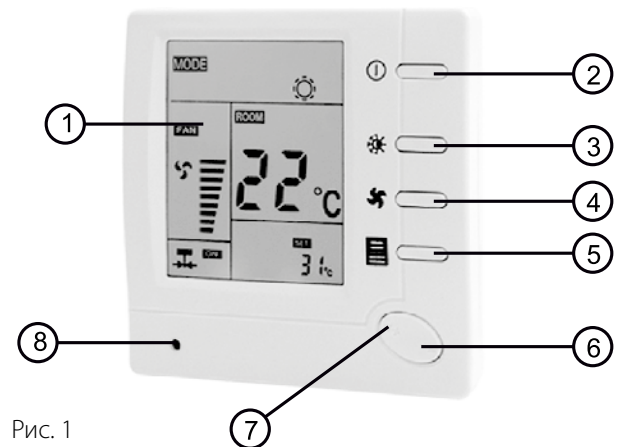
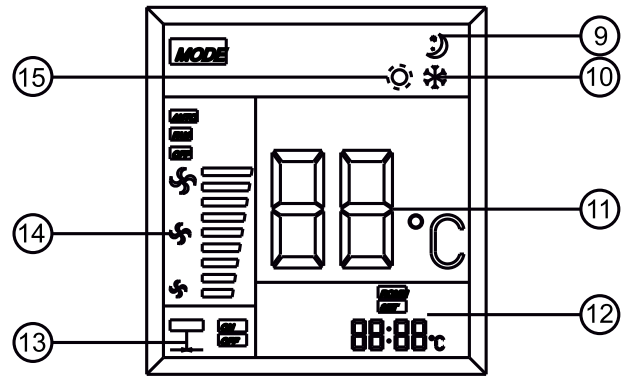

Рис. 1
Рис. 2
Дисплей (рис. 2):
Увімкніть терморегулятор, натиснувши кнопку живлення (2). Натисніть кнопку вибору швидкості вентилятора. На дисплеї з'явиться один із символів (14 на рис. 2) або AUTO. Це означає, що вентилятор обератиметься на швидкості HI (висока), MED (середня), LOW (низька) або AUTO (автоматичний режим). Якщо обрати режим AUTO, швидкість обертання вентилятора змінюватиметься залежно від різниці між фактичною температурою у приміщенні та встановленою температурою. Якщо температура у приміщенні більш ніж на 3 градуси вища за задану температуру під час охолодження або більш ніж на 3 градуси нижча за задану температуру під час нагрівання, вентилятор буде працювати на найбільшій швидкості. Якщо температура у приміщенні на 2-3 градуси вища, ніж встановлена температура під час охолодження або на 2-3 градуси нижча, ніж встановлена температура під час нагрівання, вентилятор буде працювати на середній швидкості. Якщо температура у приміщенні на 0-1 градус вища за встановлену температуру під час охолодження або на 0-2 градуси нижча за встановлену температуру під час нагрівання, вентилятор буде працювати на малій швидкості.
Установіть кнопкою вибору режимів роботу в режимі нагрівання (знак 15 на рис. 2). Натисніть "+", щоб збільшити значення температури регулювання. Якщо температура у приміщенні нижча за встановлену, система нагрівання почне роботу. Натисніть "-", щоб зменшити значення температури регулювання. Якщо температура у приміщенні вища за встановлену, система нагрівання зупинить роботу.
Встановіть кнопкою вибору режимів роботу в режимі охолодження (знак 10 на рис. 2). Натисніть "-", щоб зменшити значення температури регулювання. Якщо температура у приміщенні вища за встановлену, система охолодження почне роботу. Натисніть "+", щоб збільшити значення температури регулювання. Якщо температура в приміщенні нижча за встановлену, система охолодження зупинить роботу.
Натисніть кнопку переходу до "нічного" режиму (5 на рис. 1). З'являється символ "нічного" режиму (9 на рис. 2). Цей режим буде активний впродовж 8 годин, водночас терморегулятор контролюватиме нагрівання або охолодження згідно з графіком, наведеним нижче. Знову натисніть кнопку переходу до "нічного" режиму, відповідний символ зникне, що означає скасування роботи в "нічному" режимі.
Налаштування режимів керування дозволяє для автоматичного режиму встановити певні робочі характеристики терморегулятора згідно з вашими вимогами. Вимкніть терморегулятор, натиснувши кнопку живлення, потім натисніть та утримуйте кнопку "нічного" режиму (5, рис. 1) не менше 4 секунд доти, доки не засвітиться дисплей. Це означає, що ви увійшли до першого пункту налаштування режиму керування меню. Усього є 4 таких пункти, що відповідно відображається на дисплеї.